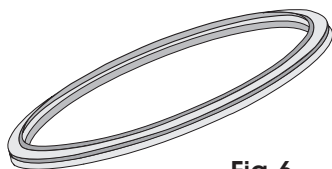

Fig.6
- 9▶ **ANEL DE VEDAÇÃO** - É encaixado na tampa, tem a função de vedá-la com a câmara (Figs. 6 e 7, pág.11), servindo também como dispositivo de segurança. Consulte "Dispositivos de Segurança" (Item 2, pág. 12). Requer manutenção **semanal**. Consulte "Manutenção Preventiva" (Item 4, pág. 25).
- 2► **ANEL DE VEDAÇÃO** - Caso a pressão ultrapasse 3 kgf/cm² ou 294 kPa, o anel de vedação escapará pela borda ocasionando um ruído alto, consulte "*Identificação dos Componentes da Autoclave*" (Figs. 6 e 7, pág.11);